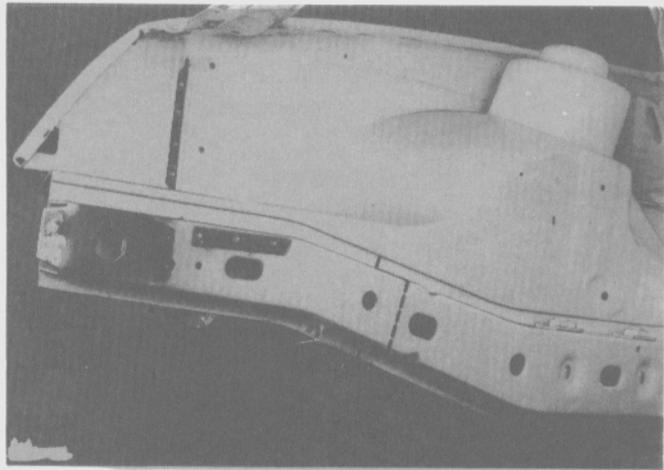

Fig. 127
- Marcar la línea en el larguero delantero (Fig. 127).